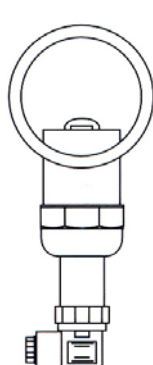

FIG. 1
- Fig. 1: installazione raccomandata se il fluido non contiene sedimenti.